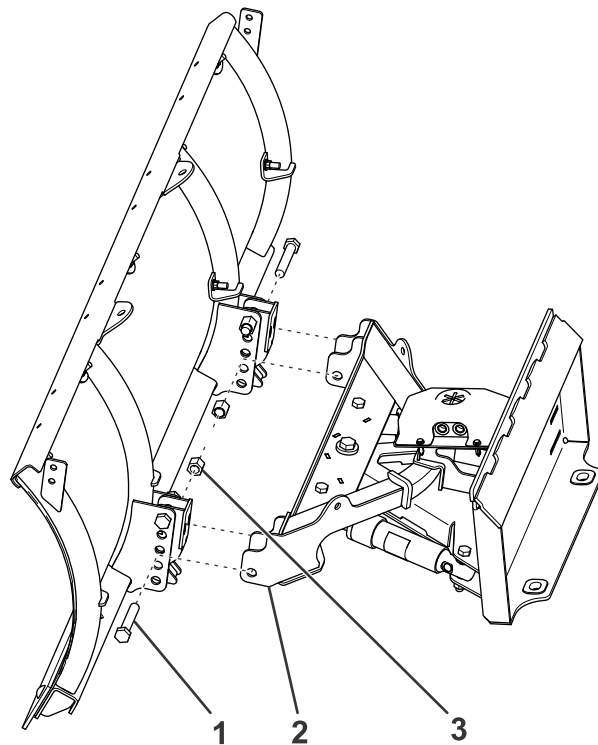

Figure 4
2. Fixez légèrement le cadre de poussée au chasse-neige au moyen de 2 boulons ( $\frac{5}{8}$  po) et écrous (Figure 4).